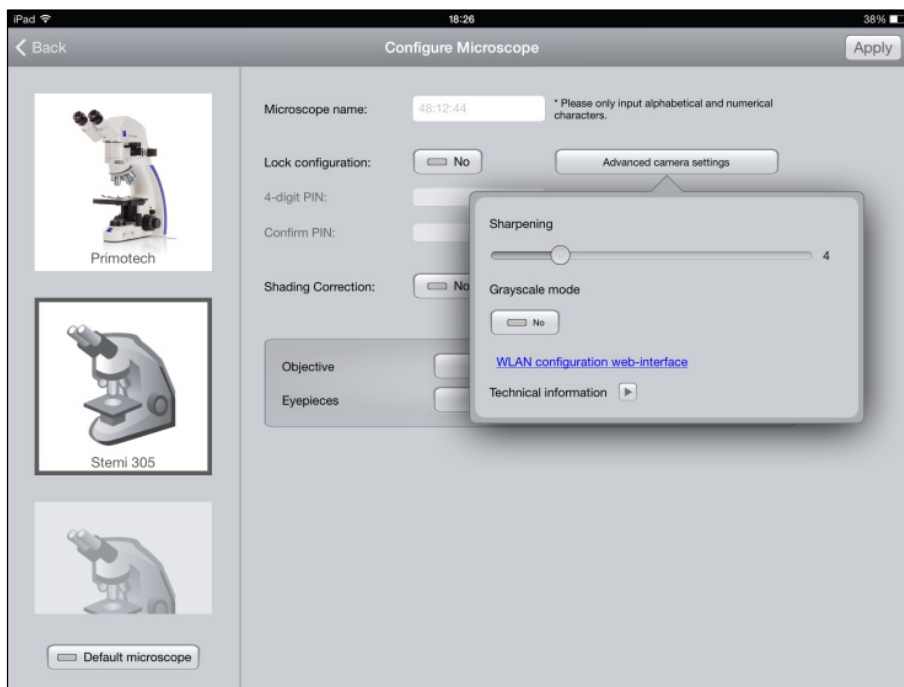

Bild 8 Konfigurationsseite der Stemi 305 cam
- Die App Labscope auf dem iPad starten (siehe Bild 8).